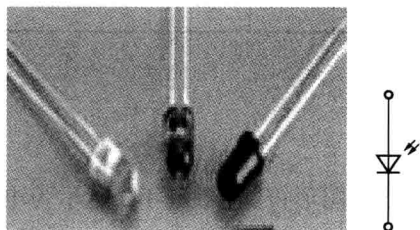

图 1-1-5 光电二极管
(1) 光电二极管。光电二极管又称为光敏二极管，它也有一个 PN 结，在光电二极管的外壳上有一个透明的窗口，以接收光线照射，实现光电转换。用万用表电压 1V 挡，用红表笔搭接光电二极管“+”极，黑表笔搭接光电二极管“-”极，在光照下，其电压与光照强度成比例，一般可达 $0.2 \sim 0.4V$ 。光电二极管如图 1-1-5 所示。
(2) 发光二极管。发光二极管简称为 LED，由镓 (Ga)、砷 (As)、磷 (P) 的化合物制成的二极管，它是由一个 PN 结组成的，具有单向导电性。当给发光二极管加上正向电压时，电子与空穴复合时能辐射出可见光，磷砷化镓二极管发红光，磷化镓二极管发绿光，碳化硅二极管发黄光。